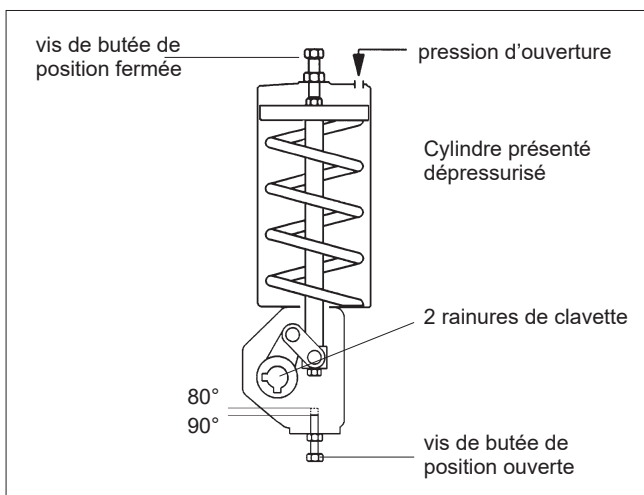

Fig. 6 Actionneur B1J
Installer l'actionneur sur la vanne avec le piston dans la partie supérieure du cylindre et la vanne en position fermée (voir Figure 6). Le cylindre doit être dépressurisé et les raccords pneumatiques ouverts. Le réglage de la position fermée se fait à l'aide de la vis de butée (26) se trouvant sur le chapeau du cylindre. Enduire le filetage de cette vis d'un enduit d'étanchéité non durcissant, par exemple du Loctite 225 ou une colle liquide équivalente. Effectuer ensuite le réglage de la position ouverte à l'aide la vis de butée (27) du fond du carter, avec l'actionneur pressurisé et le piston en position inférieure.